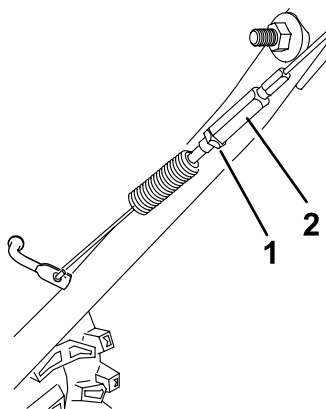

Figura 29
5. Allentate il controdamo (Figura 29).
6. Allentate o serrate il tornichetto che regola la tensione del cavo (Figura 29).